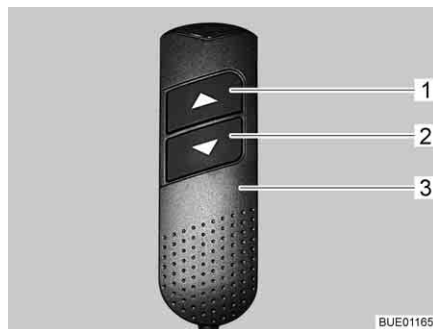

Bild 103 Handbedienteil
- Am Handbedienteil (Bild 103,3) Taste "▼" (Bild 103,2) drücken und gedrückt halten. Das Fußteil wird eingezogen. Die Kopfteile werden angehoben.
- Am Handbedienteil (Bild 103,3) die Taste "▲" (Bild 103,1) drücken und gedrückt halten. Das Fußteil wird ausgefahren. Die Kopfteile werden abgesenkt.
- Am Handbedienteil (Bild 103,3) die Tasten "▼" (Bild 103,2) bzw. "▲" (Bild 103,1) so lange drücken, bis die gewünschte Position erreicht ist. Die Kopfteile bleiben in der gewünschten Position.